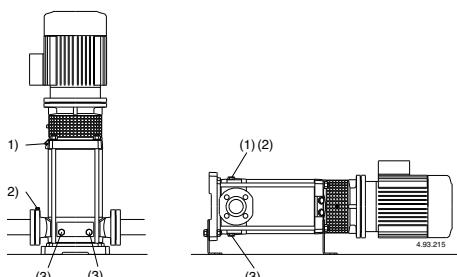

Fig. 3 (1) REMPLISSAGE ET ÉVÉNT
Avec la pompe au dessus du niveau de l'eau (fonctionnement en aspiration, fig. 2A) ou avec un niveau d'eau en charge non suffisant (inférieur à 1 m) pour ouvrir le clapet de non-retour, remplir le tuyau d'aspiration et la pompe à travers du trou approprié (1) (fig. 3).
(2) ÉVÉNT ASPIRATION
(3) VIDANGE
Avec le **niveau d'eau côté aspiration sur la pompe** (fonctionnement en charge, fig. 2B), remplir la pompe en ouvrant lentement et complètement la vanne sur le tuyau d'arrivée, en tenant ouverte la vanne de refoulement et les bouchons (1), (2) (fig. 3) pour purger l'air.
Serrer les bouchons d'évent (1), (2) (fig. 3), pour MXV-B, MXV(L) 25-32-40 et MXV(L)4 25-32-40 serrer la vis-
Si l'on constate une perte d'amorçage (interruption du flux au refoulement, bien que les vannes soient ouvertes) ou si l'on note une oscillation de la pression indiquée par le manomètre, repurger le tuyau d'aspiration (2), vérifier que tous les joints du tuyau d'aspiration soient parfaitement étanches et fermer les bouchons de purge (2) et les bouchons de vidange (3) sur l'aspiration (fig. 3).
Si possible comme dans le cas d'utilisations temporaires avec des liquides sales, faire fonctionner la pompe avec de l'eau propre pour éliminer les dépôts. Préférer le rinçage immédiat de la pompe avec de l'eau propre (environ 40 litres), remplir par le bouchon (1) sur le refoulement et vidanger par le bouchon (3) sur l'aspiration (fig 3.).
Quand la pompe n'est pas utilisée, elle doit être vidée complètement s'il existe un risque de gel (ôter les bouchons (14.12), (repère 3, fig. 3).
Avant le désassemblage, fermer les vannes d'aspiration et de refoulement et vider le corps de pompe (fig. 3).